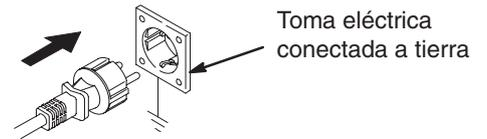

Fig. 3
1. Este equipo requiere un circuito de 230 V CA, 50 Hz, 10A, con un receptáculo conectado a tierra. Vea la Fig. 3.